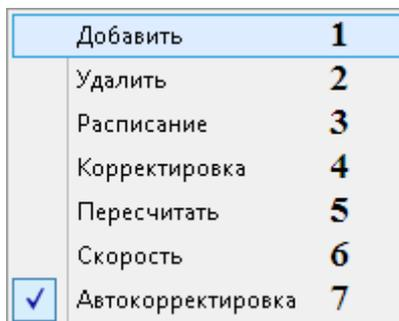

Рисунок 7.5 – Контекстное меню
При наведении курсора на строку с СОД и однократном нажатии правой кнопкой «мышь» появляется контекстное меню (рисунок 7.5).
- 1) пункт «Добавить», при выборе которого открывается окно запуска СОД (рисунок 7.5);